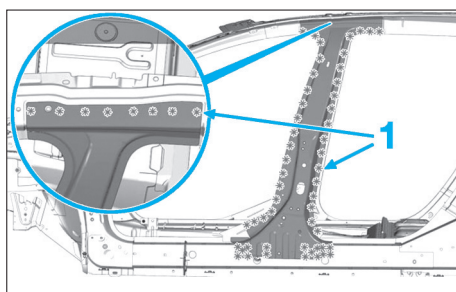

FIG. 79
- Fraiser les points de soudure (1) de la partie extérieure du renfort (Fig.79).